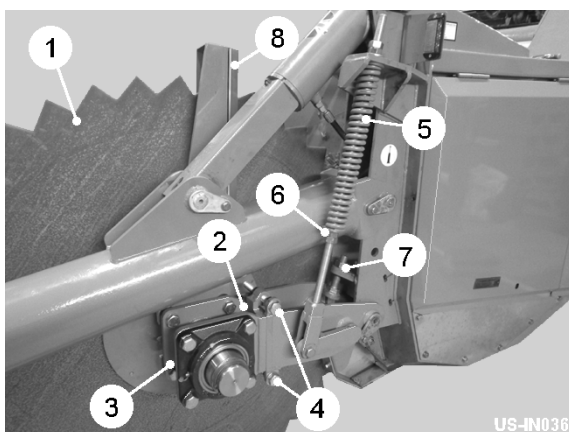

Fig 8
Skiverne (item 1, fig 8) skærer og indeholder jorden, mens den føres over delene på stjernerne. Skivens breddeindstilling justeres ved at løsne de to monteringsbolte (item 2, fig 8) og placere skivemonteringen igen (item 3, fig 8) ved hjælp af justeringsskruerne (item 4, fig 8). Skivenes trykindstilling indstilles på fjedrene (punkt 5, fig 8). Fjedertrykket skal være tilstrækkeligt til at holde skiven i jorden og samtidig lade den hæve sig over eventuelle forhindringer. Fjedertrykket øges / sænkes ved at hæve / sænke de nederste fjederstangens låsemøtrikker (item 6, fig 8). Maksimal skivehøjde er begrænset af dybdestoppet (item 7, fig 8).
Når skiveskraberne (item 8, fig 8) slides, skal de justeres tættere på disken. Anbring skraberne, indtil de er lige fri af diskoverfladen, og stram dem igen.